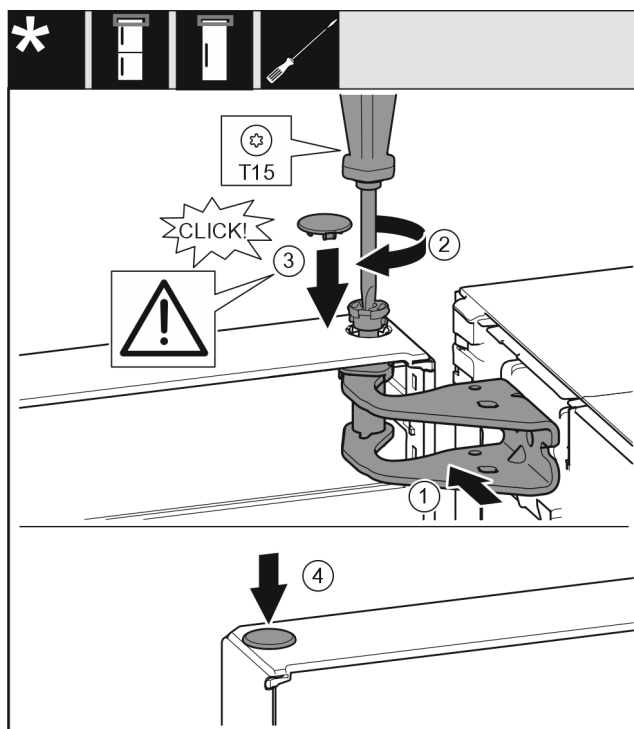

Fig. 26
- ▶ Igazítsa be az ajtót felül a csapágybak nyílásához Fig. 26 (1).
- ▶ Helyezze be a csapszeget Fig. 26 (2), és húzza meg csavarhúzóval.
- ▶ Szerelje fel az ajtót biztosító biztonsági fedelet Fig. 26 (3): Helyezze fel a biztonsági fedelet, és ellenőrizze, hogy felfekszik-e az ajtóra. Egyébként a csapszeget teljesen helyezze be.
- ▶ Helyezze be a dugót Fig. 26 (4).